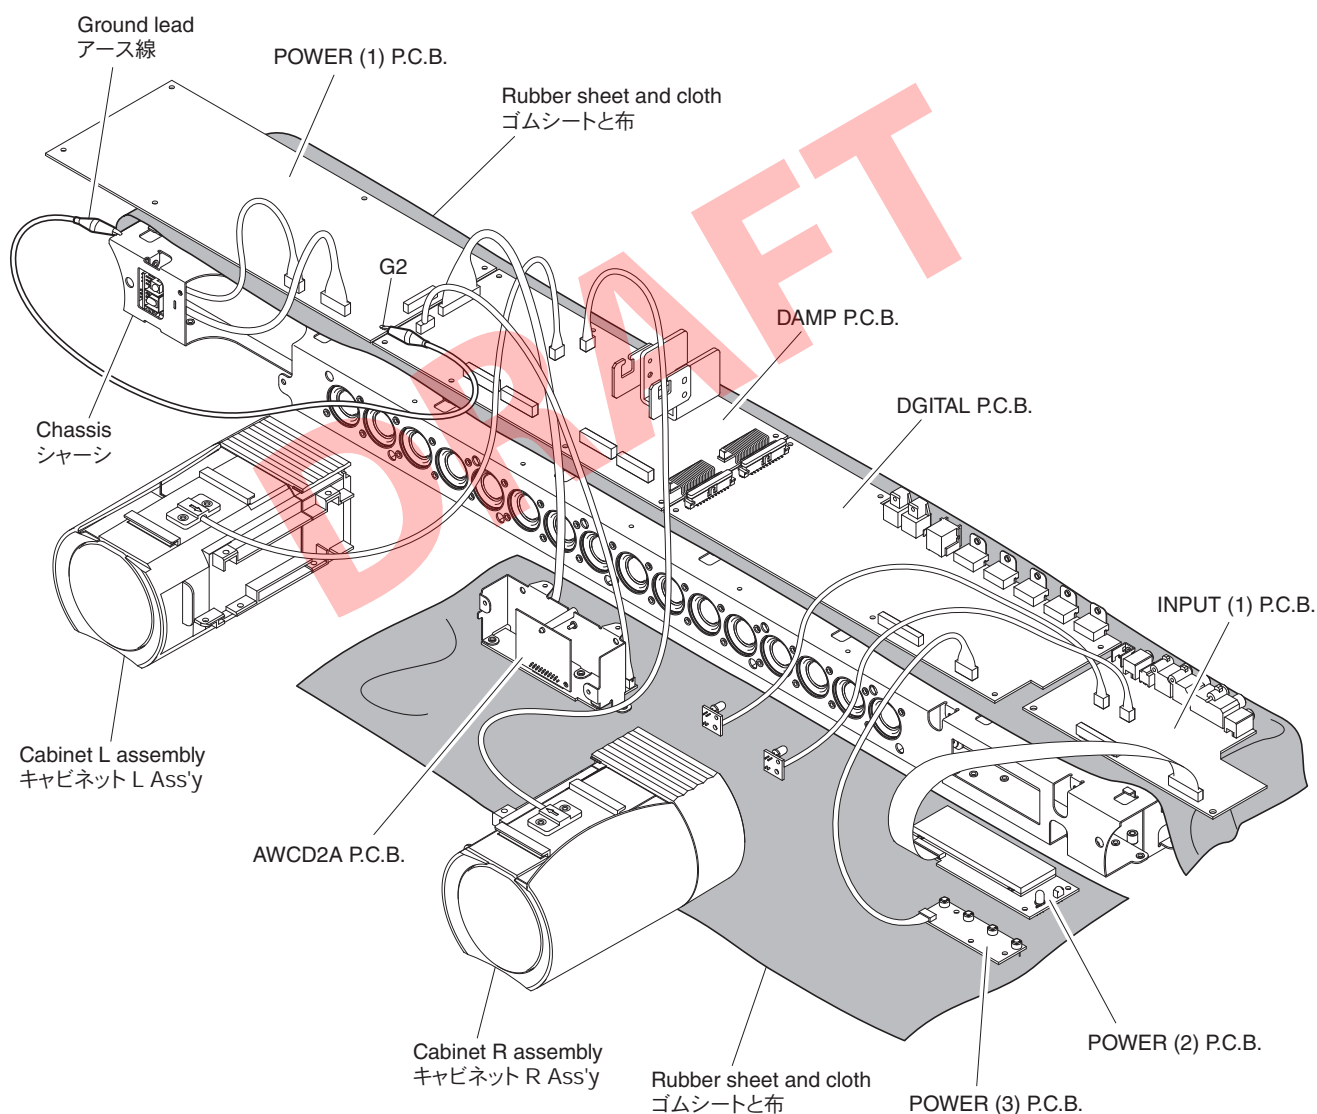

Fig. 8
- Put the rubber sheet and the cloth over this unit, and place the sub-chassis unit on them as shown below. (Fig. 8)
- Connect the ground points of the POWER (1) P.C.B. (G2) to the chassis with a ground lead or the like. (Fig. 8)
- 本機の上にゴムシートと布を敷き、その上に P.C.B. を置きます。(Fig. 8)
- POWER (1) P.C.B. の G2 のアースをリード線等でシャーシに接続してください。(Fig. 8)